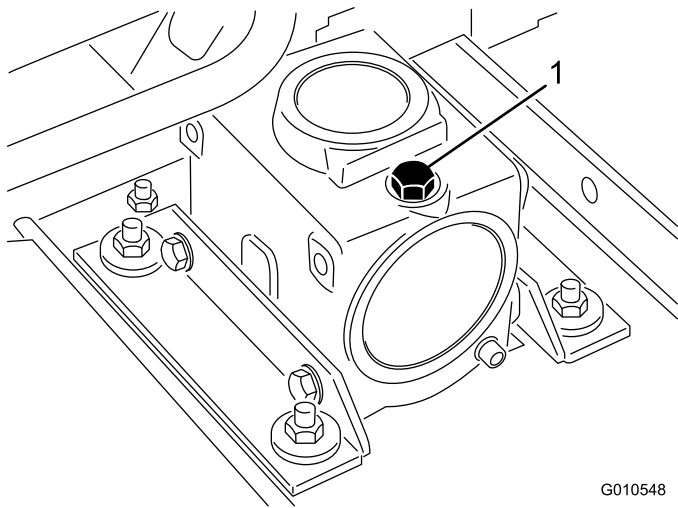

Figura 24
2. Parcheggiate la macchina e l'apparato di taglio su una superficie piana e abbassate l'apparato di taglio. Togliete il tappo di riempimento/asta di livello da sopra gli ingranaggi (Figura 24) e verificate che il lubrificante si trovi tra i segni riportati sull'asta. Se il lubrificante è insufficiente, aggiungete lubrificante per ingranaggi SAE 80-90 fino a portarne il livello tra i segni. La capienza della scatola ingranaggi è di 283 ml.